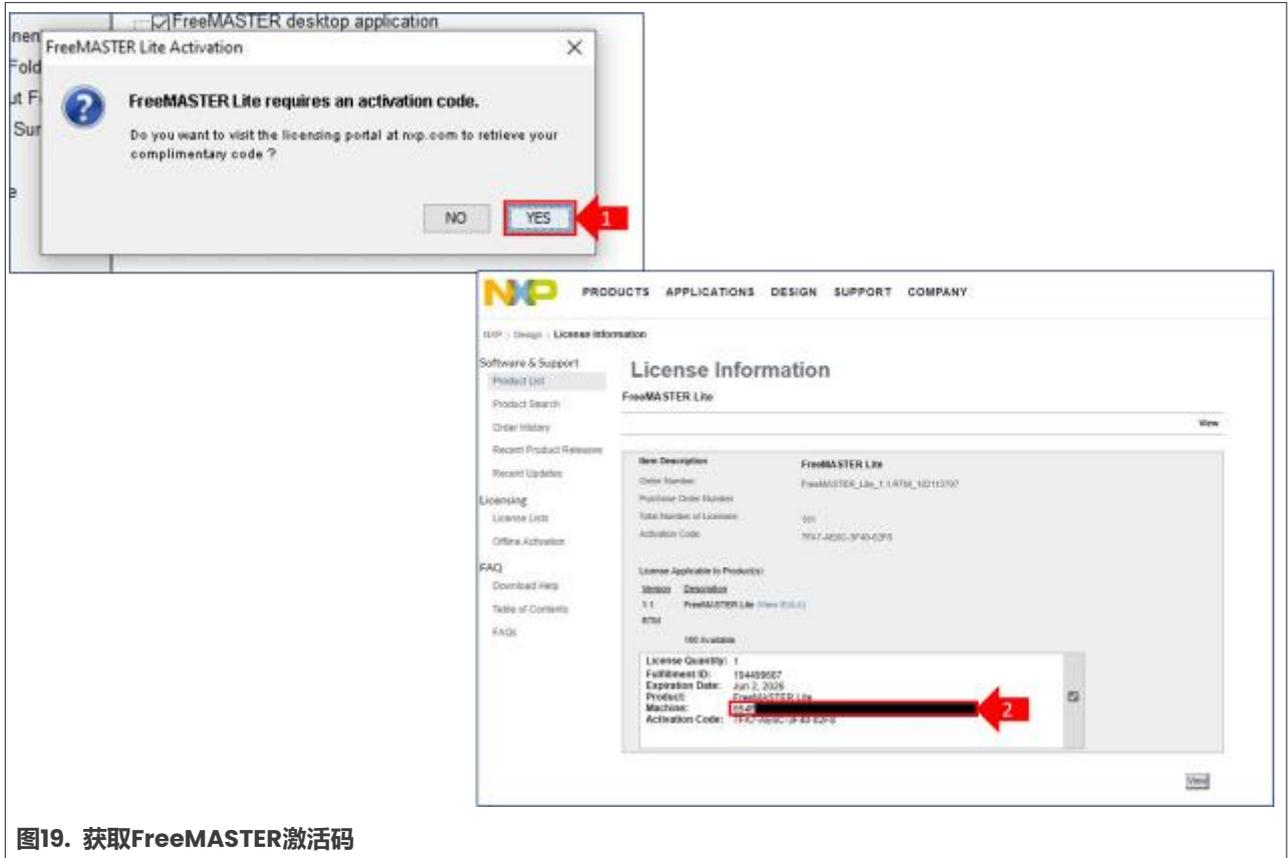

图19. 获取FreeMASTER激活码
3. 在安装过程中，需要一个激活码来激活FreeMASTER Lite。如图19所示获取激活码：